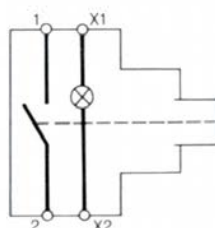
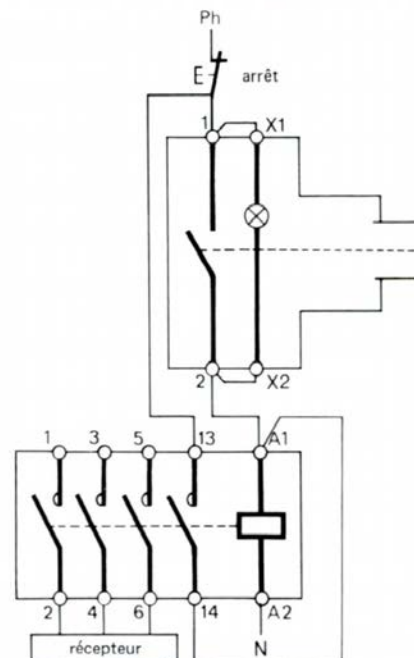

fig. 9 - 1 contact à fermeture + voyant lumineux.
fig. 10 - signalisation de la fermeture auto-maintenue d'un contacteur.
- 1 contact à fermeture (marche) + voyant lumineux : raccordement, voir fig. 9. Exemple d'utilisation : mise sous tension d'une bobine contacteur par bouton-poussoir marche (1-2) avec auto-alimentation par contact auxiliaire (13-14). Le voyant lumineux, branché en parallèle sur le bouton-poussoir marche, est allumé lorsque le contacteur est ouvert. Il confirme le bon fonctionnement du système par son extinction, voir fig. 10.